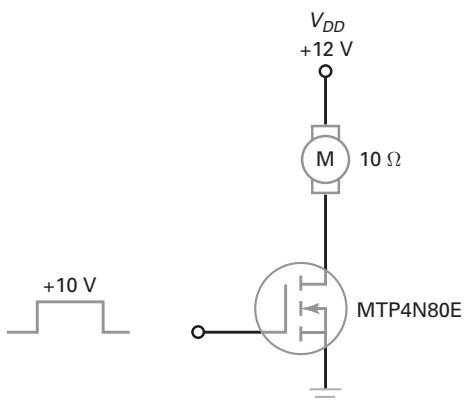

Figura 12-54
- 12-24** Qual é a corrente no bobinado do motor na Figura 12-54, quando a tensão na porta é baixa? E quando ela é alta?
12-25 A bobina do motor na Figura 12-54 foi substituída por outra com uma resistência de $6\ \Omega$. Qual é a corrente na bobina quando a tensão na porta é alta?